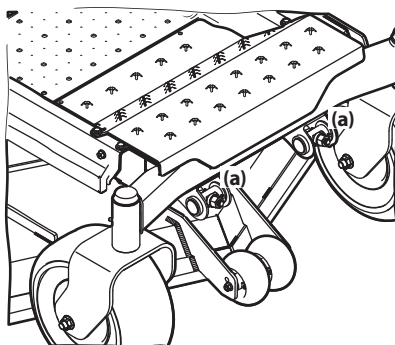

Figure 4-13
- Pour relever le devant du plateau de coupe, desserrez les écrous autobloquants à l'avant des axes de pivot (a) avec une clé. Puis, serrez les écrous situés à l'arrière des axes de pivot (a) pour relever le devant et le maintenir en place. Voir Figure 4-13.
- Pour abaisser le devant, desserrez les écrous à l'arrière des axes de pivot (a) avec une clé. Ensuite, serrez les écrous autobloquants à l'avant des axes de pivot (a) pour abaisser le devant et le maintenir en place. Voir Figure 4-13.